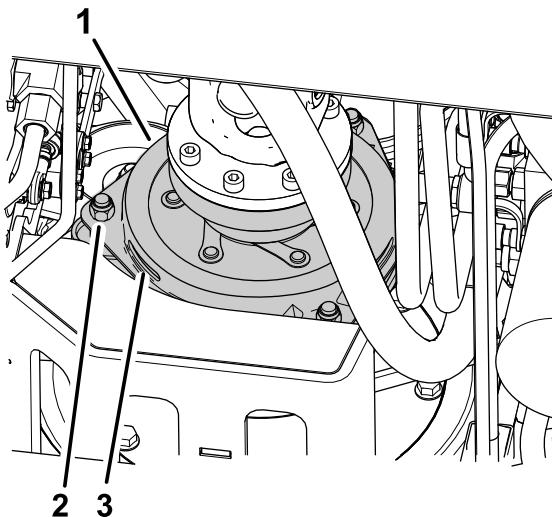

Figure 75
3. Réglez l'entrefer de façon à pouvoir passer une jauge d'épaisseur de 0,3 mm entre la garniture d'embrayage et la plaque de frottement en poussant légèrement (Figure 75).
**Remarque:** Pour diminuer l'entrefer, tournez les écrous de réglage dans le sens horaire (Figure 75). L'entrefer ne doit pas dépasser 0,6 mm. Réglez les 3 entrefers à 0,4 mm.